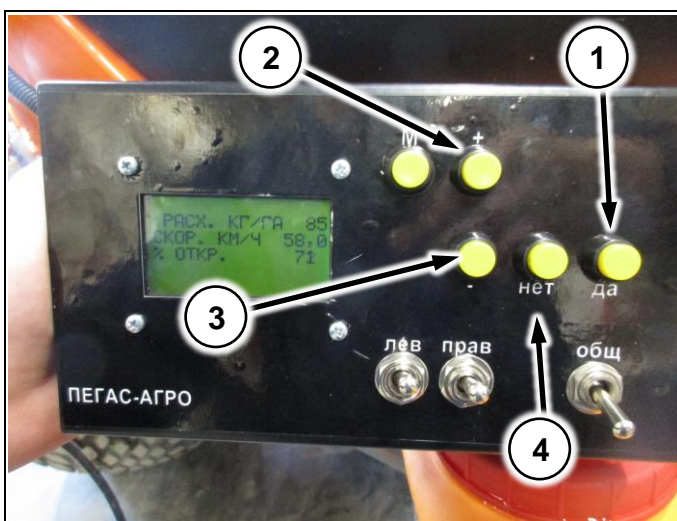

Рис. 6
**При настройке контроллера расхода разбрасывателя после изменения параметров всегда нажимайте клавишу «ДА» (Рис. 6/1) для сохранения изменений!**
На главном экране осуществляется настройка нормы внесения. Для этого нажмите клавишу «ДА» (Рис. 6/1). Используя клавиши «+» (Рис. 6/2) и «-» (Рис. 6/3) установите необходимое значение расхода кг/Га и еще раз нажмите клавишу «ДА» для подтверждения.